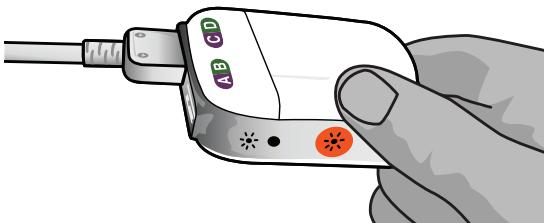

Figura 5: ligação do cabo cirúrgico 2x8 ao estimulador externo de avaliação 2
3. Ligue a extensão do cabo cirúrgico à tomada do estimulador externo de avaliação 2 identificada como "CD" (Figura 5).